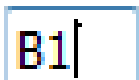

Bild 3.17 Textfeld "Bezeichnung des Bohrprofils"
- Doppelklicken Sie auf Bezeichnung des Bohrprofils. Das entsprechende Textfeld (Bild 3.17) erscheint, um die Bezeichnung des Bohrprofils zu modifizieren